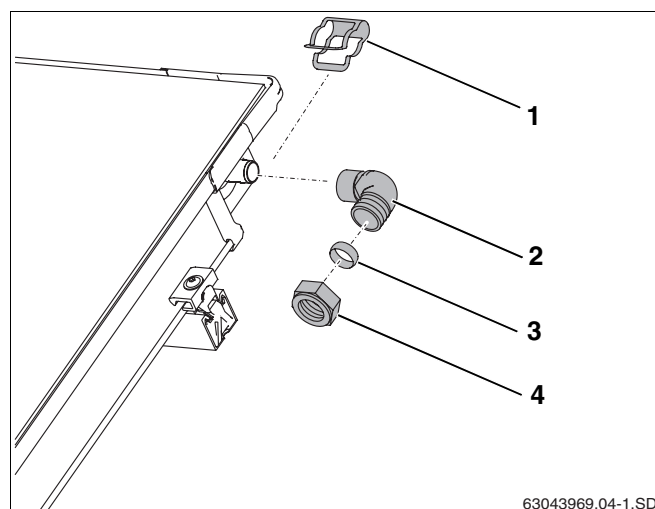

Fig. 57 Montage de la conduite de départ (sans purgeur sur le toit)
- Glissez l'équerre (fig. 57, **pos. 2**) avec l'anneau de serrage et l'écrou-raccord sur le raccordement du capteur.
- Fixer l'équerre avec une agrafe (fig. 57, **pos. 1**).